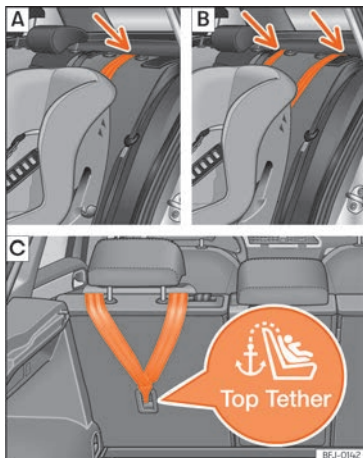
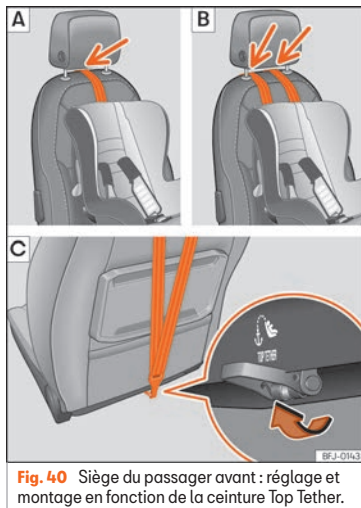

Fig. 39 Sièges latéraux de la deuxième rangée : réglage et montage en fonction de la ceinture Top Tether.
Fig. 40 Siège du passager avant : réglage et montage en fonction de la ceinture Top Tether.
Les anneaux Top Tether se trouvent généralement au dos de la banquette arrière (derrière le dossier ou dans la zone du coffre à bagages) » » fig. 39. Sur le siège passager, l'an-
neau se trouve sous le dossier du siège » » fig. 40.
- Placez la sangle sous l'appuie-tête **>>> fig. 39 [A] ou [B], >>> fig. 40 [A] ou [B]** (en fonction des instructions du siège, relevez ou retirez l'appuie-tête si nécessaire).
- Faites glisser la sangle et fixez-la correctement à l'aide de l'ancrage derrière le dossier **>>> fig. 39 [C], >>> fig. 40 [C]**.